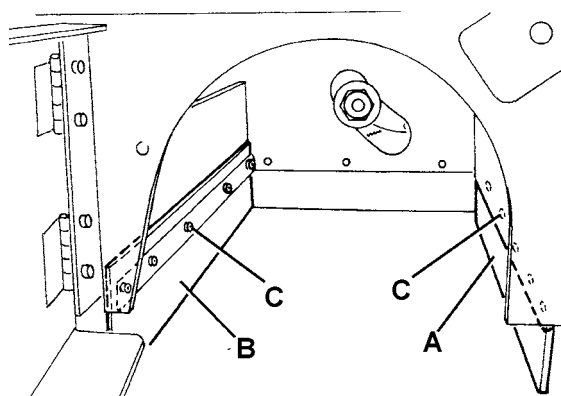
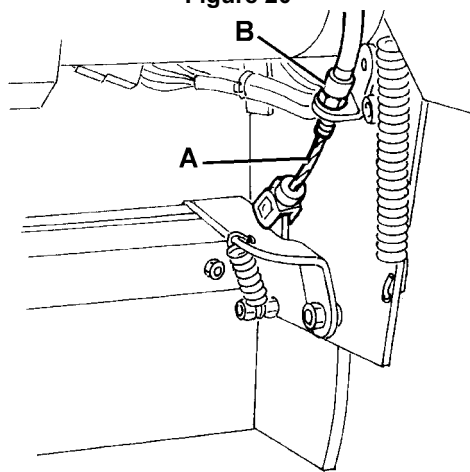
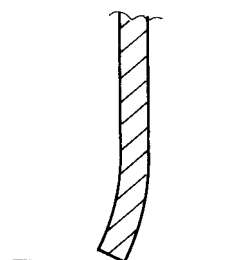

Figure 22
Figure 23
Figure 24
9. Contrôler l'intégrité des volets avant (A, Fig. 22) et arrière (B).
10. Contrôler que les volets avant (A, Fig. 22) et arrière (B) touchent légèrement le sol et que, de toute façon, ils ne se détachent pas du sol (voir Fig. 24).
Si besoin est, desserrer les vis (C, Fig. 22) et régler la position des volets. Enfin, serrer les vis (C).
11. Appuyer à fond sur la pédale du volet avant (75) et vérifier que le volet avant se soulève d'environ 5 cm.
Relâcher la pédale et vérifier que le volet revient en position initiale et qu'il ne reste pas dans une position intermédiaire. Si besoin est, régler le câble du volet (A, Fig. 23) au moyen du dispositif de réglage (B) qui se trouve sur le côté avant gauche du volet (pour le remplacement du câble du volet avant, se référer au manuel d'entretien).